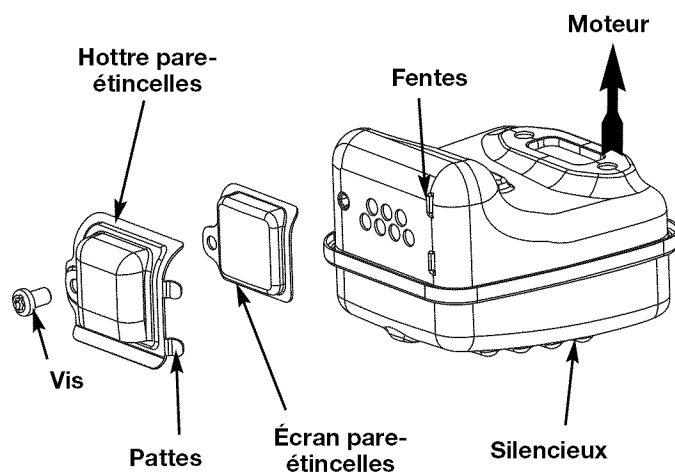

Fig. 29
2. Situez le pot d'échappement sans le retirer. Trouvez le vis sur la partie inférieure du pot d'échappement (Fig. 29.) Retirez le vis en vous servant soit d'un tournevis torx #20 ou d'un tournevis plat.